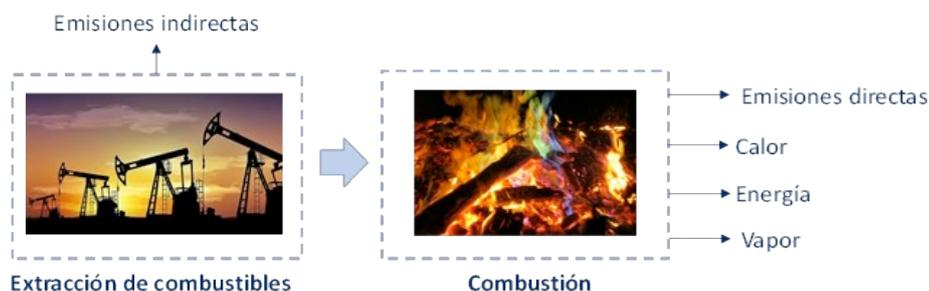

Figura 2: Proceso de combustión de combustibles fósiles.
Las fuentes más habituales de generación de calor son el carbón, fuel-oil o gas natural, pero hay una gran variedad de materiales de biomasa y de subproductos de procesos industriales que también pueden ser empleados. La combustión de estos combustibles genera energía, pero también produce emisiones atmosféricas de diversos contaminantes como dióxido de carbono (CO_2), monóxido de carbono (CO) y óxidos de carbono (NO_x), entre otros (**Figura 2** *Error! No se encuentra el origen de la referencia.*). En este ejercicio vamos a determinar estas emisiones y el impacto ambiental y económico que generan.